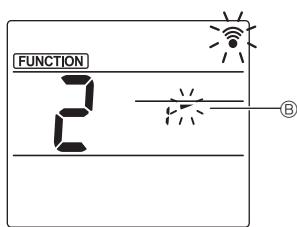

Fig. 3-3
- ③ Stille inn spjeldvinkelen (Fig. 3-3)
- Trykk på **▲▼**-knappene for å velge spjeldvinkel ②.
- ④ Trykk på **[MENU]**-knappen for å fullføre innstillingene.